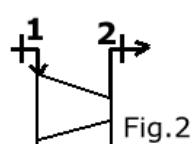

Fig.2
► **compressore** [funziona come un sistema aperto - gas **1**entra- **2** esce]: [fig.2]